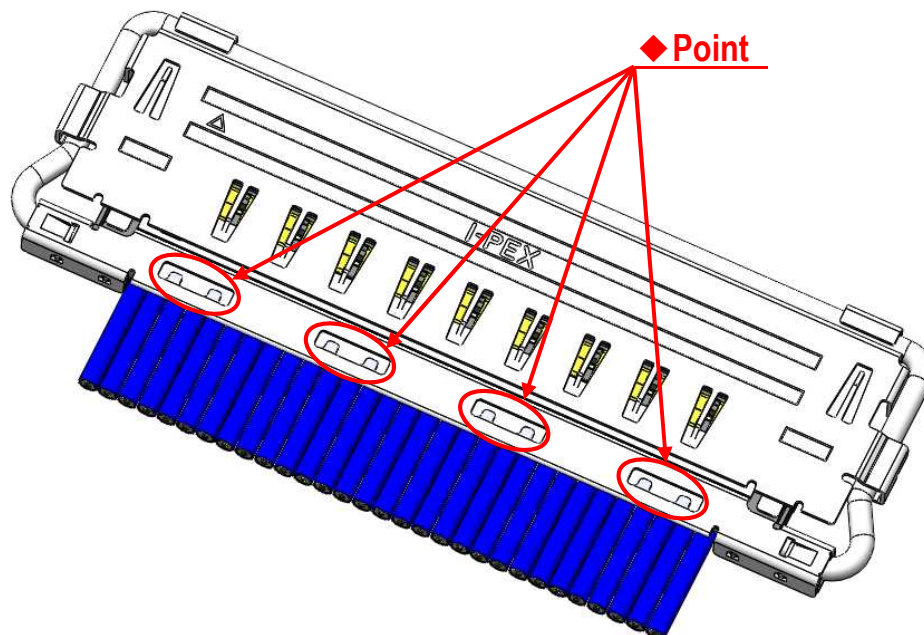

図 10. SHELL-A 及び GND BAR 半田付け箇所
④ SHELL-A,B と GND BAR を半田コテにて全箇所半田付けすることを推奨する。 (図.10,12 ◆部)